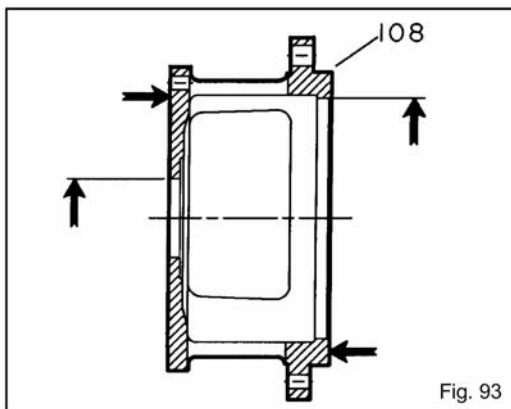

Fig. 93
1. Inspeccione el adaptador para el soporte (108) para detectar grietas o daño por corrosión excesiva. Reemplácelo si existe alguna de estas condiciones (Fig. 93).